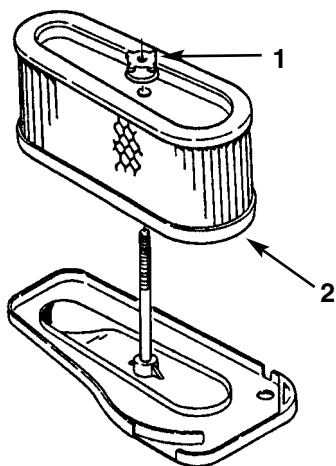

Fig. 29
5. Skru av gumminutteren og ta papirelementet av (fig. 29).
2. Skyv hele luftrenseren over den lange stangen og skru gummitetningen til med fingrene (fig. 29).